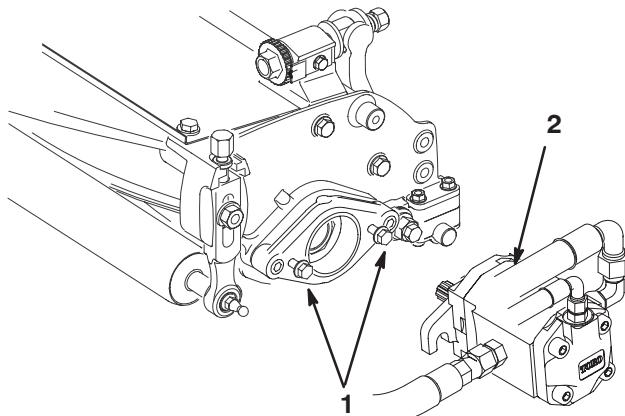

Bild 19
- Bringen Sie die Befestigungs-Kopfschrauben an, mit denen die Spindelantriebsmotoren an jedem Mähwerk befestigt werden. Lassen Sie ungefähr 13 mm Gewinde an jeder Befestigungsschraube sichtbar (Bild 19).
- Fetten Sie die Keilwelle des Motors mit frischem Fett ein und bringen den Motor durch Drehen nach rechts an, so dass die Motorflansche von den Bolzen entfernt sind. Drehen Sie dann den Motor nach links, bis die Flansche die Bolzen umhüllen. Ziehen Sie jetzt die Befestigungsmuttern fest (Bild 19).